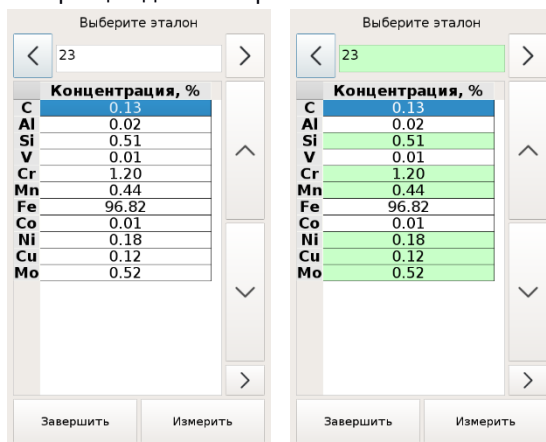

Рисунок 32 Окно выбора калибровочного образца
5.6.9.10. После добавления точки в калибровку или ее удаления вам будет предложено выбрать следующий образец. Зеленым цветом будут выделены образцы, которые были измерены для калибровки. Строки элементов закрашены зеленым — эти концентрации записаны в калибровку (Рисунок 32).